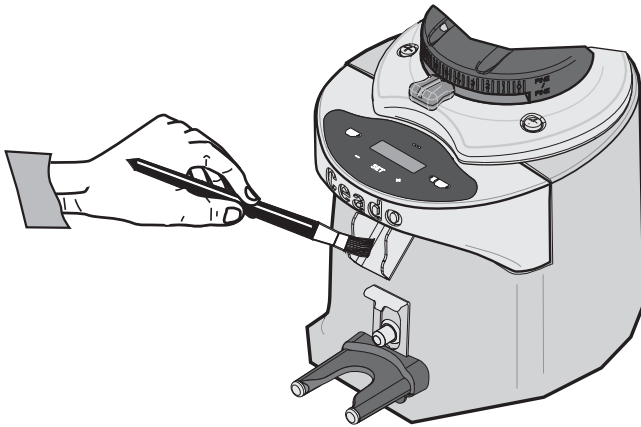

Abb. 7
- Für schwer zugängliche Bereiche eine Bürste oder Pinsel (Abb. 7) zur Reinigung benutzen und für die anderen Oberflächen ein trockenes Tuch.